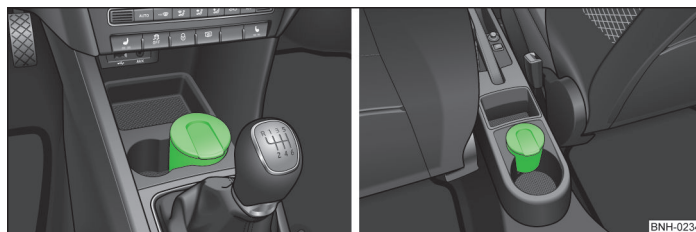

Fig. 48 Scrumiera: fața/spate
- Scoateți scrumiera » fig. 48 în sus.